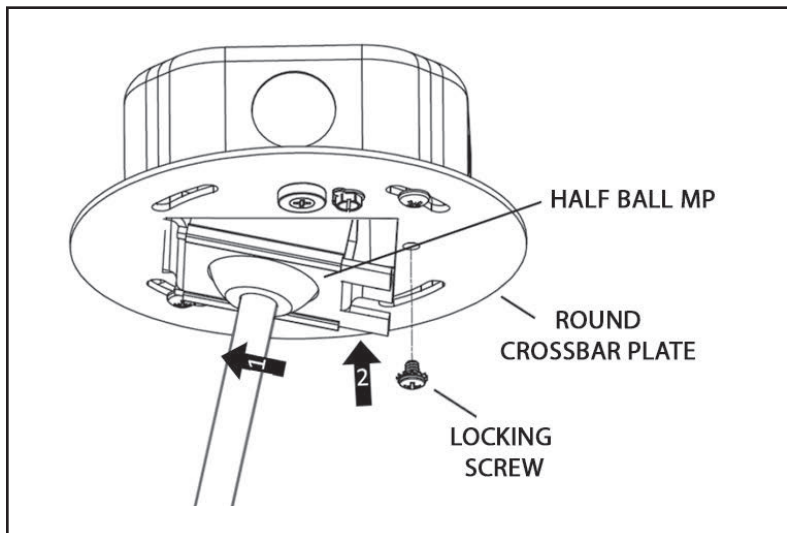

Figure 9
12. Connectez le fil neutre au fil blanc, le fil d'alimentation sous tension au fil noir, et le fil de cuivre nu et/ou le fil vert à la masse. Utilisez les capuchons de connexion fournis. (Figure 9)
13. Pour gradation 0-10, ou gradation numérique : connectez les fils violet et rose aux fils de commande appropriés. Placez les connexions électriques dans la boîte de jonction. (Figure 9)
15. Prenez l'assemblage de l'étape 2, puis insérez, en angle, la plaque de montage à demi-bille dans la plaque transversale ronde. Poussez le côté restant vers le haut et glissez-le en place. Utilisez la vis de blocage pour les fixer en place. (Figure 9)